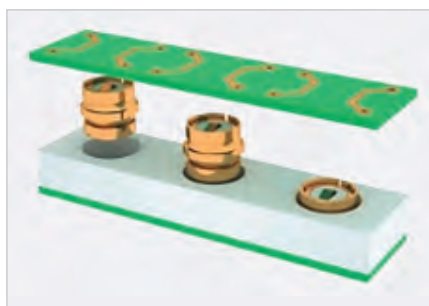

Рис. 10. Установка соединителей R107803000 в держателе
- В отверстия держателя, установленного на нижнюю печатную плату, размещают соединители – рис. 10.